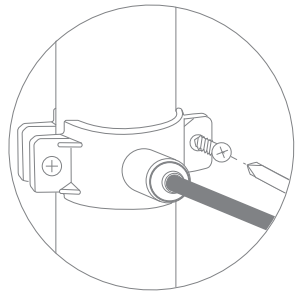

Рис. 10
4. Прочно закрепите хомут на дренажной линии с помощью винтов, одновременно совмещая отверстие в штуцере и дренажной линии (рис. 10). Винты крепления необходимо затягивать равномерно (без перекоса), чтобы обе части хомута располагались параллельно.